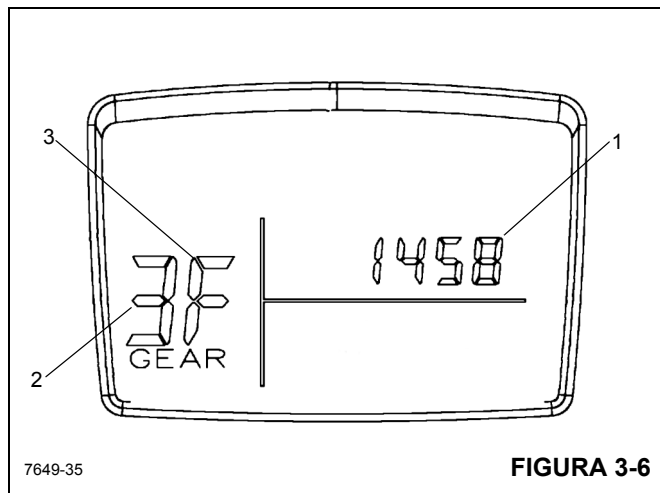

FIGURA 3-6
Números dos itens da Figura 3-6
O joystick de controle de giro (5) (Figura 3-6) está localizado no apoio de braço direito e controla a função de giro. Quando empurrado para a frente, o joystick gira a plataforma rotativa no sentido horário; puxado para trás, gira a plataforma rotativa no sentido anti-horário; aciona uma válvula de controle pela pressão piloto hidráulica para proporcionar um giro contínuo de 360 graus no sentido desejado.